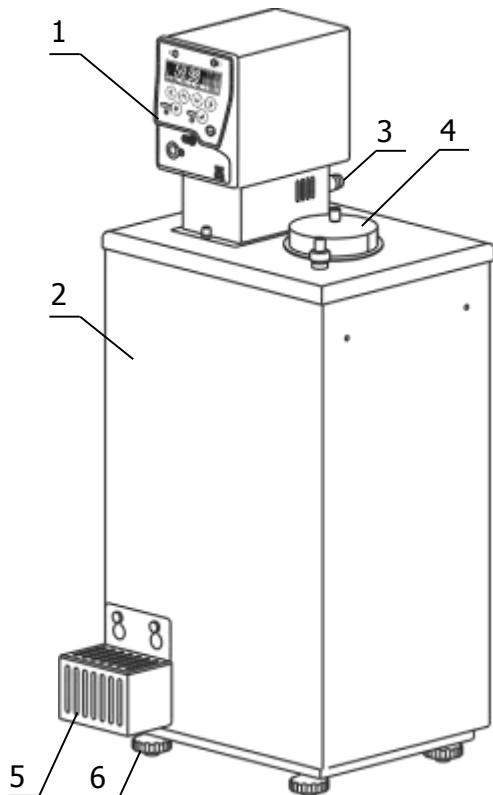

Рисунок 1 — Внешний вид термостата
2.2.2 Установить ванну термостата на горизонтальную поверхность. Добраться горизонтального положения крышки ванны вращением ножек 6 (рисунок 1).
2.2.8 Для работы термостата ТЕРМОТЕСТ-200 при температурах теплоносителя, близких к окружающей температуре, может потребоваться дополнительное охлаждение с помощью встроенного теплообменника. В этом случае необходимо при помощи шлангов подключить штуцеры теплообменника 3 (рисунок 1) к водопроводной сети или специальному холодильному устройству, надежно закрепив шланги хомутами. Поток охлаждающей жидкости должен быть равномерным и, по возможности, небольшим. Дополнительное охлаждение не требуется, если температура теплоносителя выше температуры окружающей среды более чем на 30 °C.
- использовать крышку 4 (рисунок 1), ограничивающую доступ воздуха к поверхности теплоносителя, при выходе на установленную температуру и в промежутках между операциями поверки;